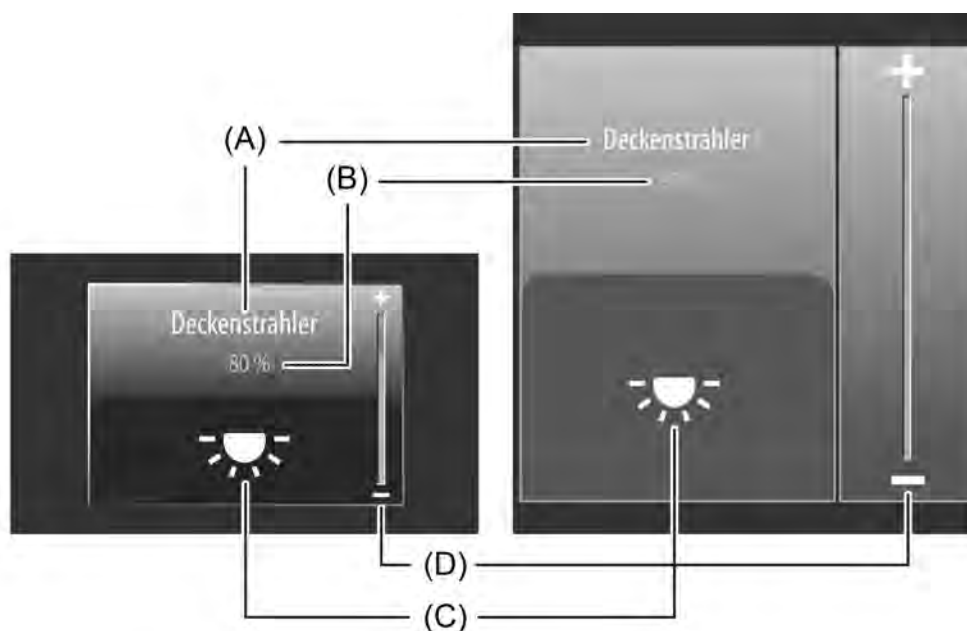

Bild 30: Beispiel für Bedien- und Anzeigeelement der Kanalfunktion "Dimmen (Start/Stop)"
Der Anzeigebereich enthält verschiedene Darstellungselemente (Bild 30), die durch ETS-Parameter beeinflusst werden. Jedem KNX Kanal kann in der ETS eine Bezeichnung vergeben werden (A). Diese Text-Bezeichnung wird im Anzeigeelement zentriert zur Anzeige gebracht, wodurch steuerbare KNX Funktionen für den Anwender kenntlich gemacht werden (z. B. "Deckenstrahler"). Zusätzlich kann unterhalb der Bezeichnung ein Statuswert (B) eingeblendet werden, der abhängig vom Objektwert der Dimmwert-Rückmeldung des angesprochenen Dimmaktors Helligkeitswerte im Klartext anzeigt ("0...100 %"). Solange nach einem Gerätereset noch kein Rückmeldungs-Objektwert empfangen wurde, zeigt der Statuswert "---%" an. Analog zum Statuswert kann im unteren Anzeigebereich ein Symbol (C) angezeigt werden. Es wird stets das Symbol "Beleuchtung" verwendet. Abhängig vom Dimmzustand wechselt die Ausprägung des Statussymbols, wodurch der Helligkeitszustand des gesteuerten KNX Kanals eindeutig abgelesen werden kann (☺: Beleuchtung AUS oder geringe Helligkeit, ☺☺☺: Beleuchtung maximale Helligkeit, Zwischenwerte durch Symbol mit weniger Lichtstrahlen). Wahlweise können Statuswert und Symbol entfallen.